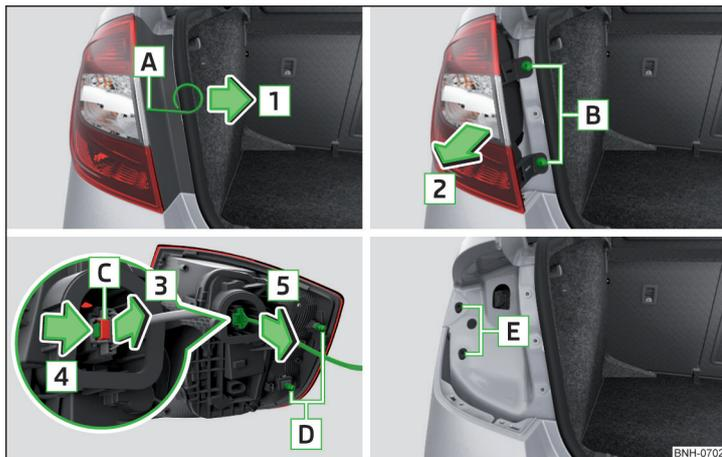

Fig. 270 Desmontar la lámpara / Quitar el conector
- Introducir en la apertura [A] » fig. 270 el estribo para retirar los tapacubos integrales.
- Introducir la lámpara con la espiga [D] en la toma [E] » fig. 270 en la carrocería.